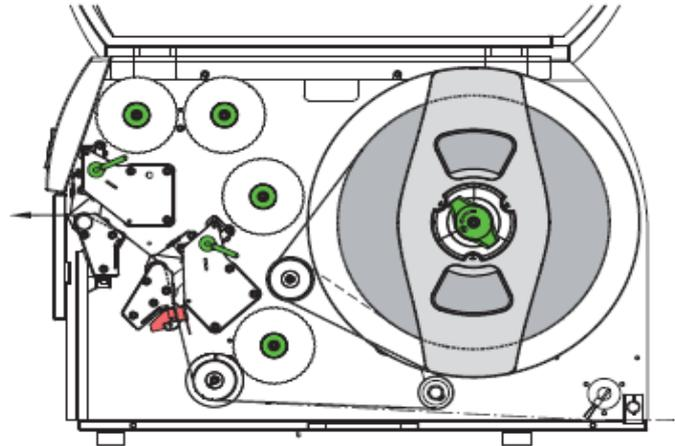

図10 ラベルの送り経路
1. ラベルを約 1m 引き出す。図 10 のとおりにラベルを印刷機構に通す。